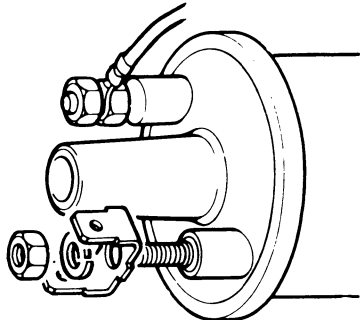

Fig. 8. Montering af tobladet Lucas
b) På tændspolens udføringer kan monteres tobladede Lucar (se fig. 8)